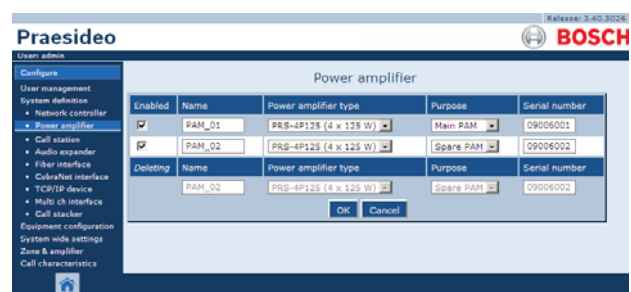

рисунок 43.10: Удаление усилителя мощности, шаг 3
- Нажмите кнопку *Delete*. В основной части веб-интерфейса откроется экран, подобный экрану, приведенному на рисунок 43.10.